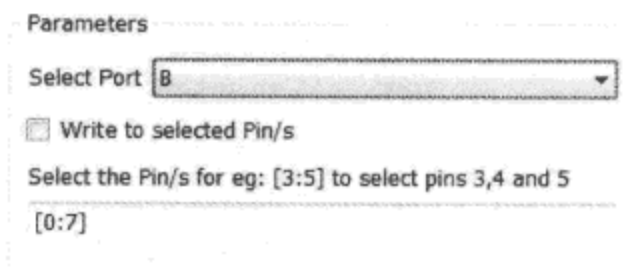

图 7.2.84 Write Port Output 模块设置
(5) Write Port Output。选择输出引脚为端口 B，取消勾选 Write to selected Pin/s 复选框，如图 7.2.84 所示。